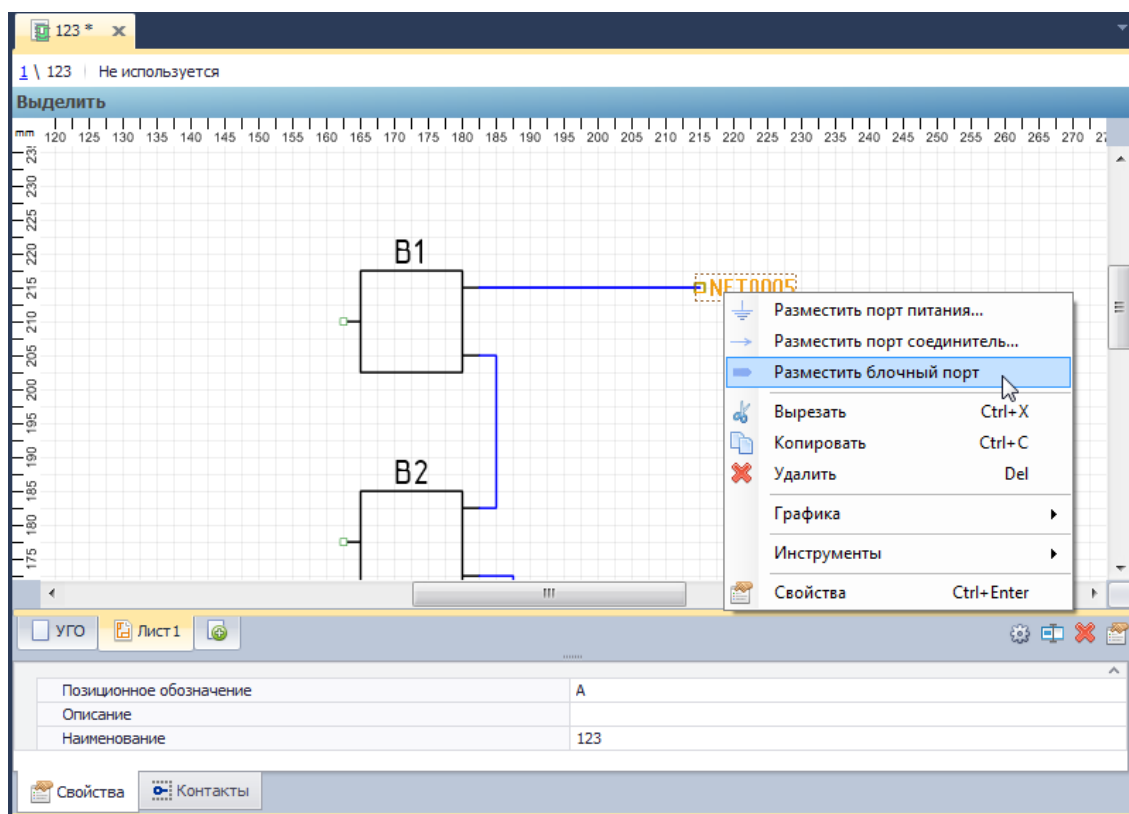

Рис. 580. Размещение блочного порта на свободном окончании цепи
1. Выбрать свободное окончание цепи, вызвать контекстное меню и выбрать пункт «Разместить блочный порт...», см. Рис. 580.